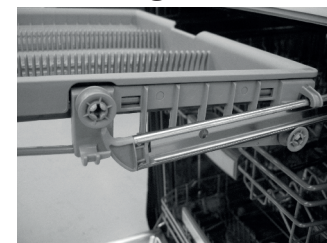

Figure 13
- Placer les crochets du tiroir sur les glissières à galets (voir **Figure 13**).